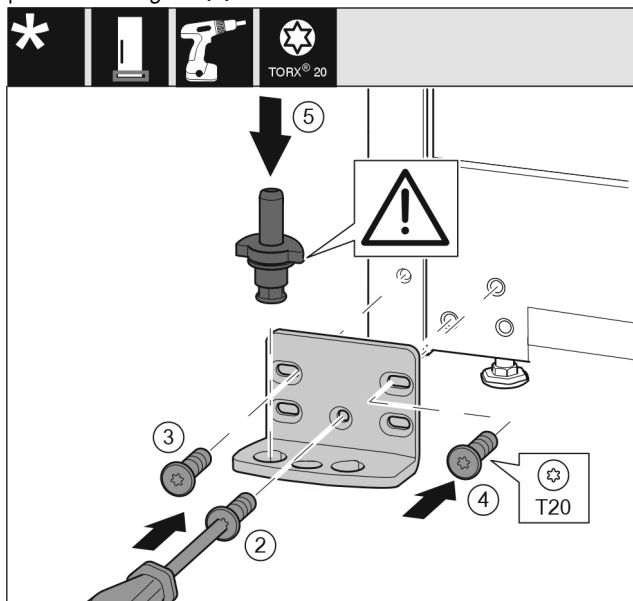

Fig. 15
- Applicare il blocco di supporto sull'altro lato e avvitare con un cacciavite T20. Iniziare dalla vite 2 in basso al centro. Fig. 15 (2)
- Serrare la vite 3 e 4. Fig. 15 (3,4)
- Inserire completamente il perno di supporto. Fare attenzione che la camma di arresto sia rivolta verso il lato posteriore. Fig. 15 (5)